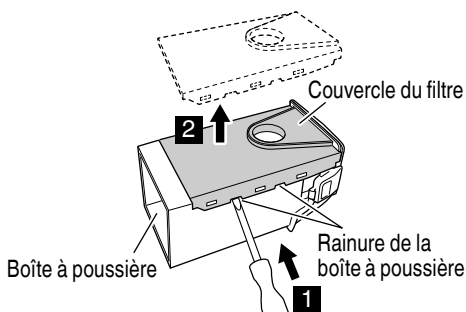

Fig. 16
6. Remplacement du filtre (Fig. 16, 17, 18)
- (1) Insérer un tournevis à lame plate dans la rainure située sur le côté du couvercle du filtre, puis retirer le couvercle du filtre. (Fig. 16)